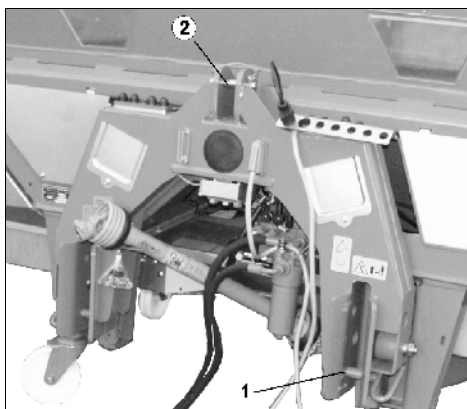

Рис. 18
- Нижние тяги трактора прикрепите при помощи крепежных пальцев для нижних тяг (кат. II) (Рис. 18/2) к нижним точкам крепления агрегата и зафиксируйте при помощи пальцев с пружинной защелкой. Крепежный палец установите в верхнее отверстие кронштейна нижней тяги. Этот кронштейн серийно оснащен второй точкой соединения и позволяет агрегатирование с трактором на 180 мм выше (например, для поздней подкормки растений).
- Верхняя тяга крепится при помощи крепежного пальца (кат. II) (Рис. 18/2) и фиксируется блокировочным рычагом.